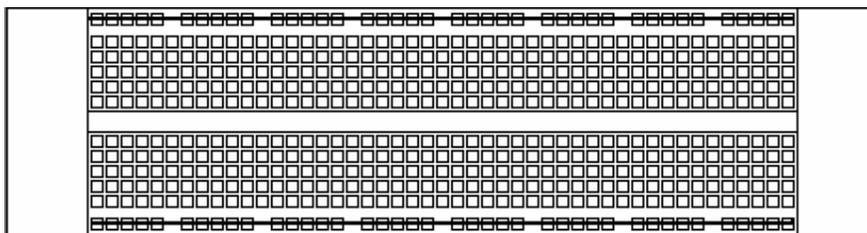
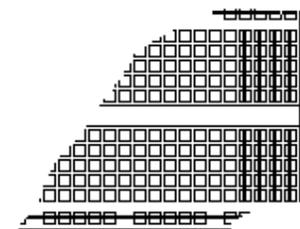

Figura 1
Figura 2
Pode-se observar na figura 1 que os furos estão organizados visualmente em grupos de 5 mas só visualmente, pois todos os pontos nesta linha estão ligados entre si através de um condutor metálico, localizado internamente à base plástica que normalmente são utilizados como barramento de distribuição de alimentação, ou seja, pode se adotar uma das linhas como GND (Terra) e outra com  $V_{CC}$  (Positivo). Já na figura 2 cada 5 furos dão acesso ao
- Na canaleta entre os furos da figura 2 é utilizada para montagem de circuitos integrados, Relés entre outros, para que seus terminais não fiquem em curto na matriz.